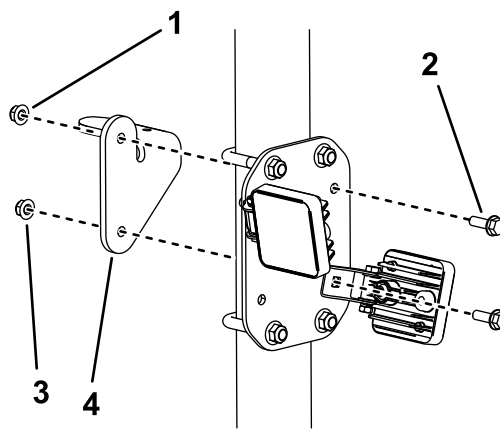

Figura 2
2. Monte o farol rotativo no suporte e instale o conjunto do farol rotativo como se mostra na Figura 2.